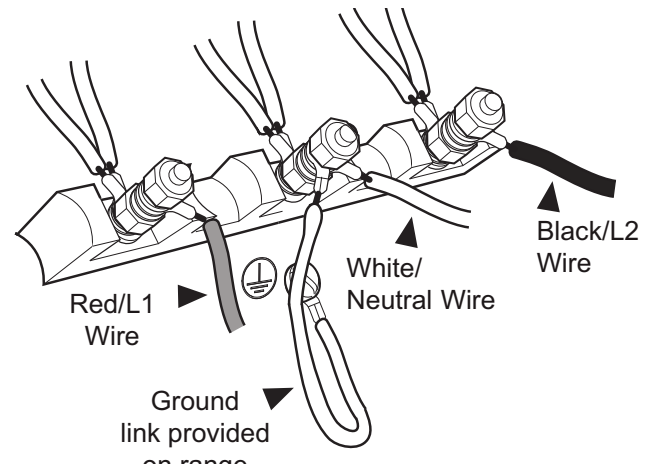

Figura 19: Conexión de 3 cables
4. Fije el cable neutro de tierra del circuito de alimentación al contacto central (color plata) de la caja de conexiones (vea la *Figura 19*).